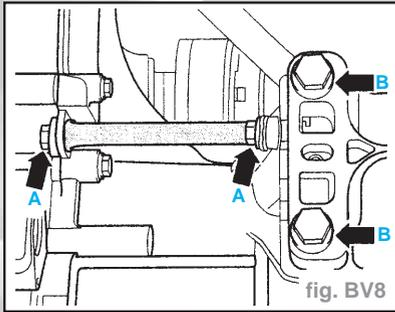

fig. BV 8
- Déposer l'appui de boîte de vitesses (flèches A) de la boîte de vitesses (fig. BV 8).
- Poser les vis à 6 pans neuves (flèches **B**) du palier d'organe gauche dans le palier de boîte de vitesses (fig. BV 8).